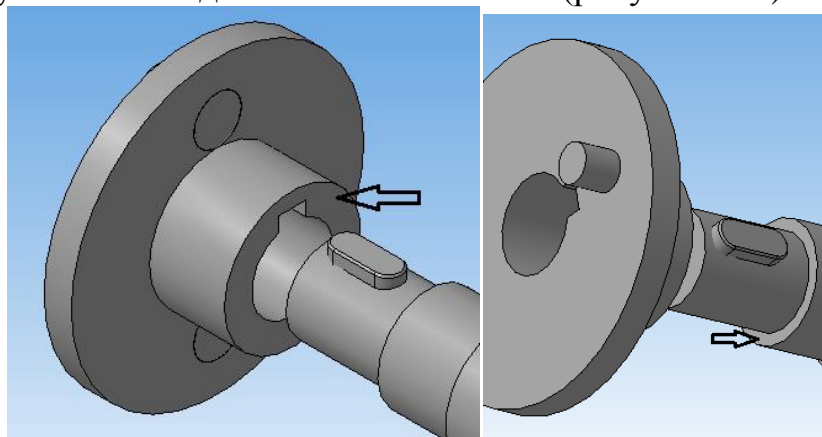

Рисунок 127.
10. Установите сопряжения «Совпадение» торцевых поверхностей ступицы поводка и вала (рисунок 127).